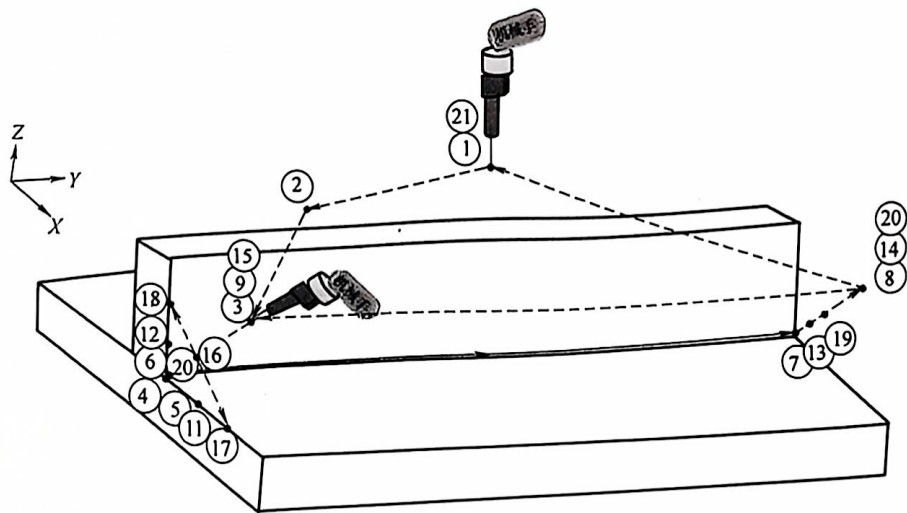

图 2-21 中厚板 T 形角接产品的示教运动轨迹
(1) 示教运动轨迹 该产品采用多层单道直线摆动在线示教编程与焊接, 其示教运动轨迹如图 2-21 所示, 主要由编号为①~⑳的 20 个示教点组成。
①点、⑳点为原点 (或待机位置点), 其应处于与工件、夹具不干涉的位置, 焊枪姿态一般为 45° (相对于 X 轴)。
②点、⑦点、⑧点、⑬点、⑭点、⑲点为过渡点 (前进点或退避点), 也要处于与工件、夹具不干涉的位置, 焊枪角度任意。
③点、⑥点、⑨点、⑫点、⑮点、⑱点为各层焊缝的焊接开始点与结束点, 焊枪姿态为与两工件成 45° 夹角, 与焊缝待焊方向成 $95^\circ \sim 100^\circ$ 夹角。
④点、⑤点、⑩点、⑪点、⑰点为摆动振幅点, 应根据焊道的宽度确定相应位置, 并考虑焊枪在该点上的停留时间, 焊枪的姿态和角度应与焊接点一致。